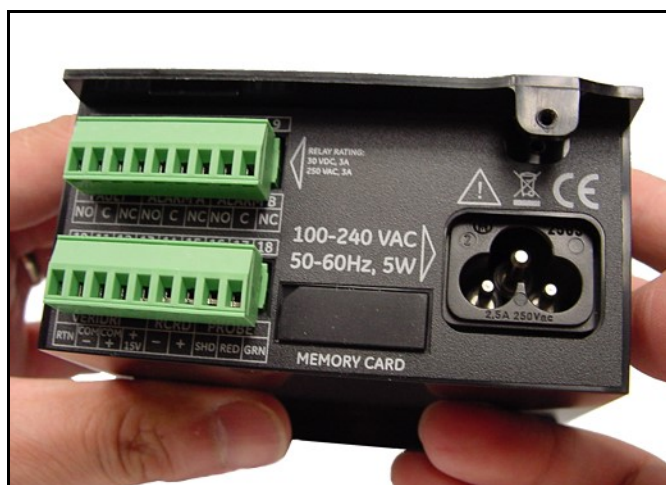

Figura 6: Deslizar la cubierta hacia atrás
4. Deslice la cubierta hacia la parte posterior del analizador **dew.IQ** (vea la *Figura 6* a continuación).